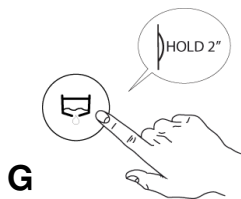

Fig.40
- 3- Tenere premuto per pochi secondi il TASTO "G" scarico acqua. (Fig.40)